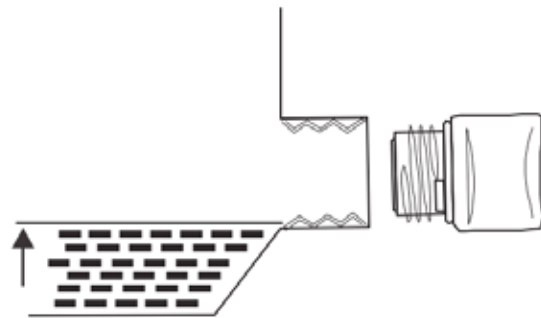

Figure 4: Niveau correct d'huile moteur
4. Ne pas trop remplir, si le niveau d'huile est trop élevé, l'huile s'écoulera par le bouchon de remplissage. Voir le niveau d'huile correct à la figure 4.
- Le moteur est rempli d'huile moteur (voir Figure 4: Niveau correct d'huile moteur).